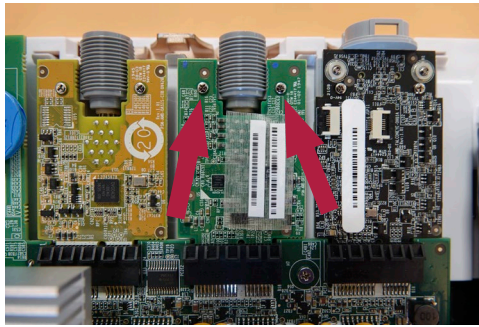

Abbildung 16 Die Schrauben der auszutauschenden VDI-Karte werden entfernt
Lösen Sie die beiden Schrauben, mit denen die VDI-Karte befestigt ist, mit dem Schraubendreher (Abbildung 16)
i) Setzen Sie die beiden Schrauben, mit denen die VDI-Karte gesichert wird, ein und ziehen Sie sie an (max. Drehmoment 0,2 Nm) (Abbildung 16)